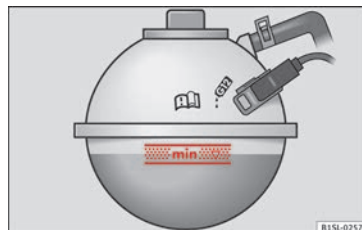

Fig. 170 En el vano motor: Marca en el depósito de expansión del líquido refrigerante.
- Con el motor en frío, verifique el nivel del líquido refrigerante mediante la marca lateral del depósito de expansión » fig. 170.
- El nivel del líquido refrigerante debe encontrarse dentro de las marcas grabadas en el depósito de expansión » fig. 170. **No rebase el borde superior de la zona marcada** » .
» fig. 170. De lo contrario, al subir la temperatura el líquido sobrante, saldrá por presión del sistema de refrigeración causando deterioros.